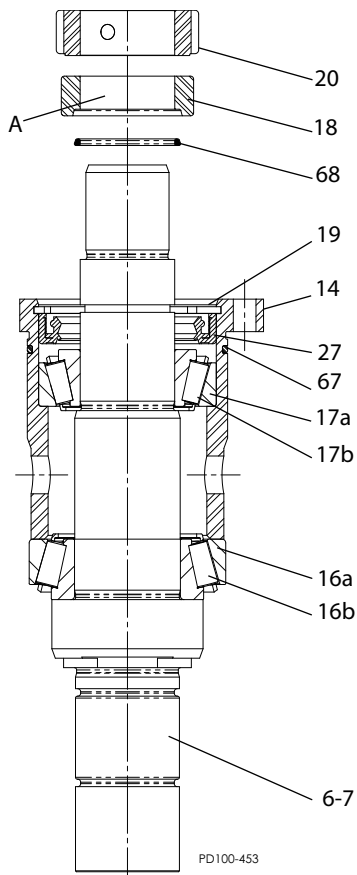

Figura 47 - Montagem dos Mancais
3. Instale o copo do mancal frontal (Figura 47, item 16a) sobre o cone montado (item 16b), seguido pela caixa de mancais (item 14).
4. Pressione o cone do mancal traseiro (item 17b) sobre o eixo e dentro do cone.
5. Pressione a vedação traseira (item 27) dentro da caixa de mancais (item 14) com o bico primário virado para longe do mancal, e instale o anel de retenção (item 19). Oriente a vedação como apresentado e certifique-se de que não interfira com o mancal.
6. Instale o anel em O (item 68) e a bucha da vedação (item 18) sobre o eixo como apresentado em Figura 47. Oriente a bucha da vedação com a ranhura virada para o mancal.
7. Instale a porca de ajuste do mancal (item 20) e aperte "aperto manual". Não aperte o parafuso de aperto desta vez.
8. Instale o anel em O (item 67) na ranhura da caixa de mancais (item 14).